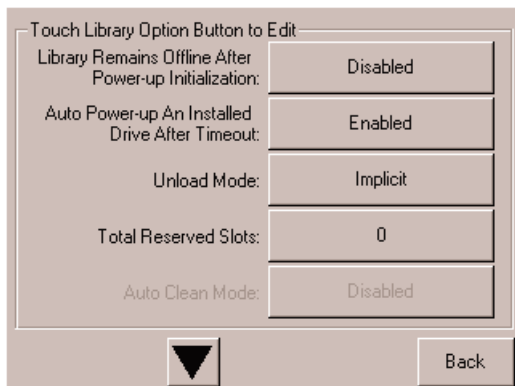

Figura 3-7. Schermata degli slot riservati totali
2. Dalla schermata delle opzioni Library (Libreria), premere ▼ per scorrere le schermate fino a raggiungere quella contenente l'opzione Total Reserved Slots (Slot riservati totali) (vedere la Figura 3-7).